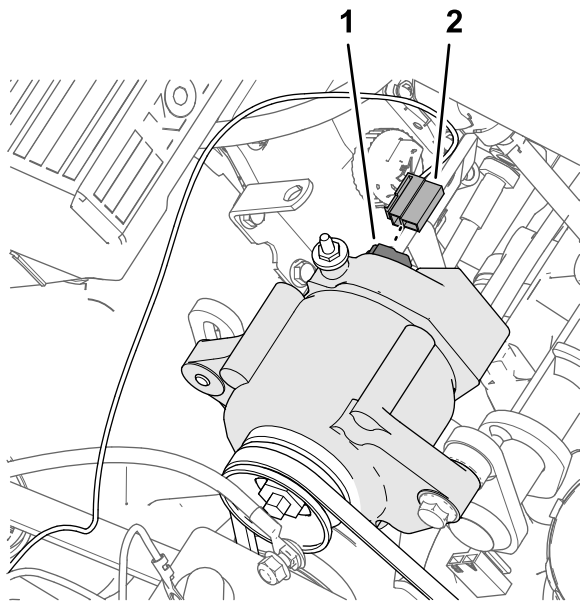

図 187
1. キットのワイヤハーネスのうち、57cm のピンク線の端についている 2 ソケットコネクタ 図 187 を、オルタネータ50A の 2 ピンコネクタに接続する。